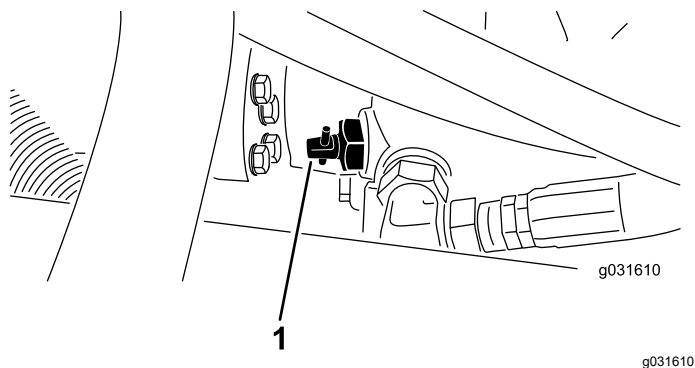

图 29
1. 找到泵上的旁通阀图 29 旋转 90°1/4 圈以松开旁通阀。